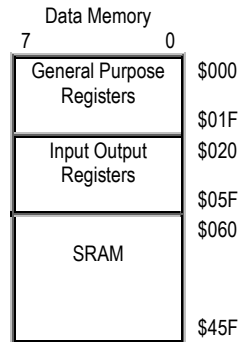

Рис. 2.2. Статическая память данных микроконтроллера *ATmega 163*
Например, микроконтроллер *ATmega 163* имеет 1024 восьмибитные ячейки встроенной статической памяти типа *SRAM*. Объем статической памяти микроконтроллера равен 1кбайт. Сама память занимает адресное пространство \$60....\$45F (рис. 2.2). Размещенные в том же адресном пространстве микроконтроллера 32 ячейки с адресами \$0...1F используются микроконтроллером как регистры общего назначения (*General Purpose Registers*), а 64 ячейки с адресами \$2F...\$5F – как регистры ввода/вывода (*Input Output Registers*).
Например, в микроконтроллере *ATmega163* предусмотрено 64 регистра ввода/вывода (*Input/output registers*). Все они размещены в пространстве ввода/вывода процессорного ядра по адресам от \$00 по \$3F. Для обращения к регистрам можно использовать специальные инструкции (IN) и вывода (OUT). При этом в инструкции необходимо указывать адрес регистра. Одновременно регистры ввода/вывода представлены также в адресном пространстве памяти данных (рис. 2.2) и к ним можно адресоваться как к обычным ячейкам SRAM с адресами от \$20 до \$5F. Адрес SRAM получается простым добавлением \$20 к непосредственному адресу регистра. В дальнейшем, при описании регистров, адрес SRAM приводится в круглых скобках после непосредственного адреса регистра ввода/вывода. Регистры побитно адресуются специальными командами работы с битами: установки бита в регистре и очистки бита в регистре. Состояние каждого отдельного бита этих регистров может быть проверено командами переходов. Каждый регистр микроконтроллера имеет своё оригинальное имя. Все регистры микроконтроллера *ATmega163* представлены в следующей таблице.